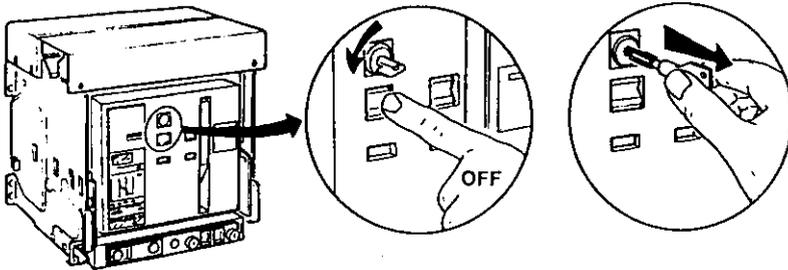
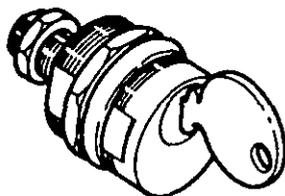

FIGURA 2.20. Enclavamiento en posición " ABIERTO" VSRA.
FIGURA 2.21. Cerradura tipo Ronis.
**Enclavamiento en posición "ABIERTO" VSRA.**- Este enclavamiento mostrados en la figura 2.20, es para mantener el botón del interruptor "Abierto" en la posición de pulsado mediante una cerradura tipo ronís la cual se observa en la figura 2.21, bloqueando de esta manera el cierre del interruptor. El tipo VSRA 1 es una chapa y una llave en un interruptor, el tipo VSRA 2 son dos chapas y una llave, una chapa será para un interruptor y otra para un segundo interruptor.